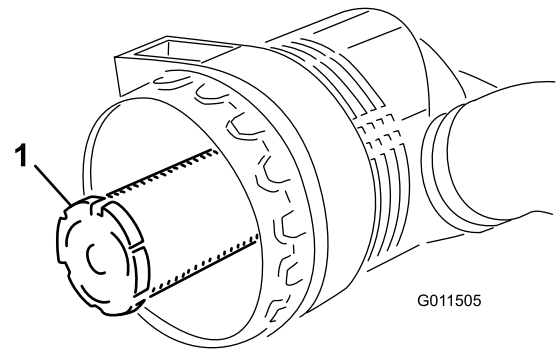

Figure 48
**Important:** N'essayez jamais de nettoyer l'élément de sécurité (Figure 48). Remplacez l'élément filtrant de sécurité une fois sur trois, quand vous effectuez l'entretien du préfiltre.